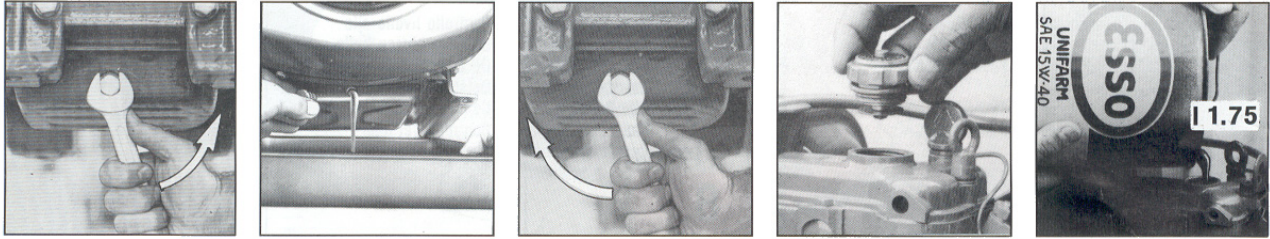

Рис. 20
9.3.1. Замена масла в картере (рис. 20):